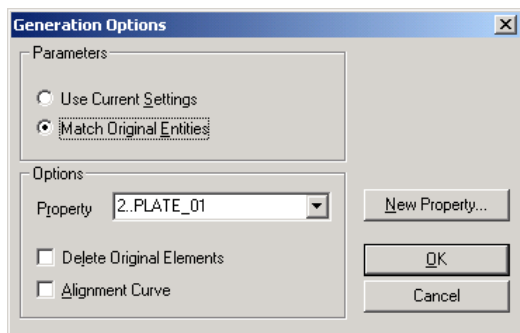

Рис.3.18. Діалогова панель опцій витягування СЕ
- на основі процедури *витягування*, яка майже аналогічна процедурі витискування, що описана вище, з однією відмінністю: траєкторія створення СЕ задається заздалегідь створеними *розміченими безперервними* лініями. Є варіант витискування СЕ із застосуванням ліній (команда **Mesh→Sweep→Curves...**) або одновимірних чи двовимірних СЕ (команда **Mesh→Sweep→Elements...**). Спочатку (відповідно команді) обираються „опорні” криві або *однотипні* СЕ, потім – криві майбутньої траєкторії. З’являється діалогова панель „**Generation Options**” (див. рис.3.18), на якій майже всі опції розглянуті вище. Відмінність від випадку **Mesh→Extrude→...** полягає у тому, що ребра нових СЕ будуть *дотичні* до траєкторії переміщення. Опцію „**Alignment Curve**” потрібно активізувати, коли траєкторія переміщення – просторова *не плоска* крива, щоб задати додатковий об’єкт (лінію), відносно якої будуть орієнтуватися СЕ, що створюються (**alignment** – вирівнювання).